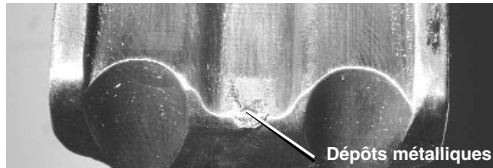

Figure 1 – Accumulation de dépôts métalliques sur la surface d'attaque de l'outil
4. Lors de chaque utilisation, examinez la surface d'attaque de l'outil de sertissage. Si celle-ci est endommagée, recyclez l'outil. En présence de rouille, de crasse ou de dépôts métalliques, nettoyez-la manuellement. Toute contamination de la surface d'attaque, notamment au droit des embouts de mâchoires à ciseaux ou des bagues de sertissage (voir Figure 1), facilitera la formation de bavures sur le raccord en cours de sertissage. De telles bavures peuvent endommager les surfaces d'attaque de l'outil.